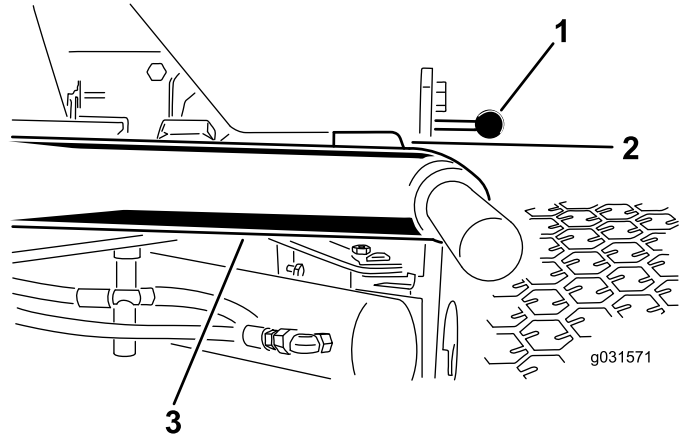

图 12
1. 启动发动机升起滚刀组确保各个提升臂与底板支架之间的间隙介于 58mm 之间如 图 12 所示。